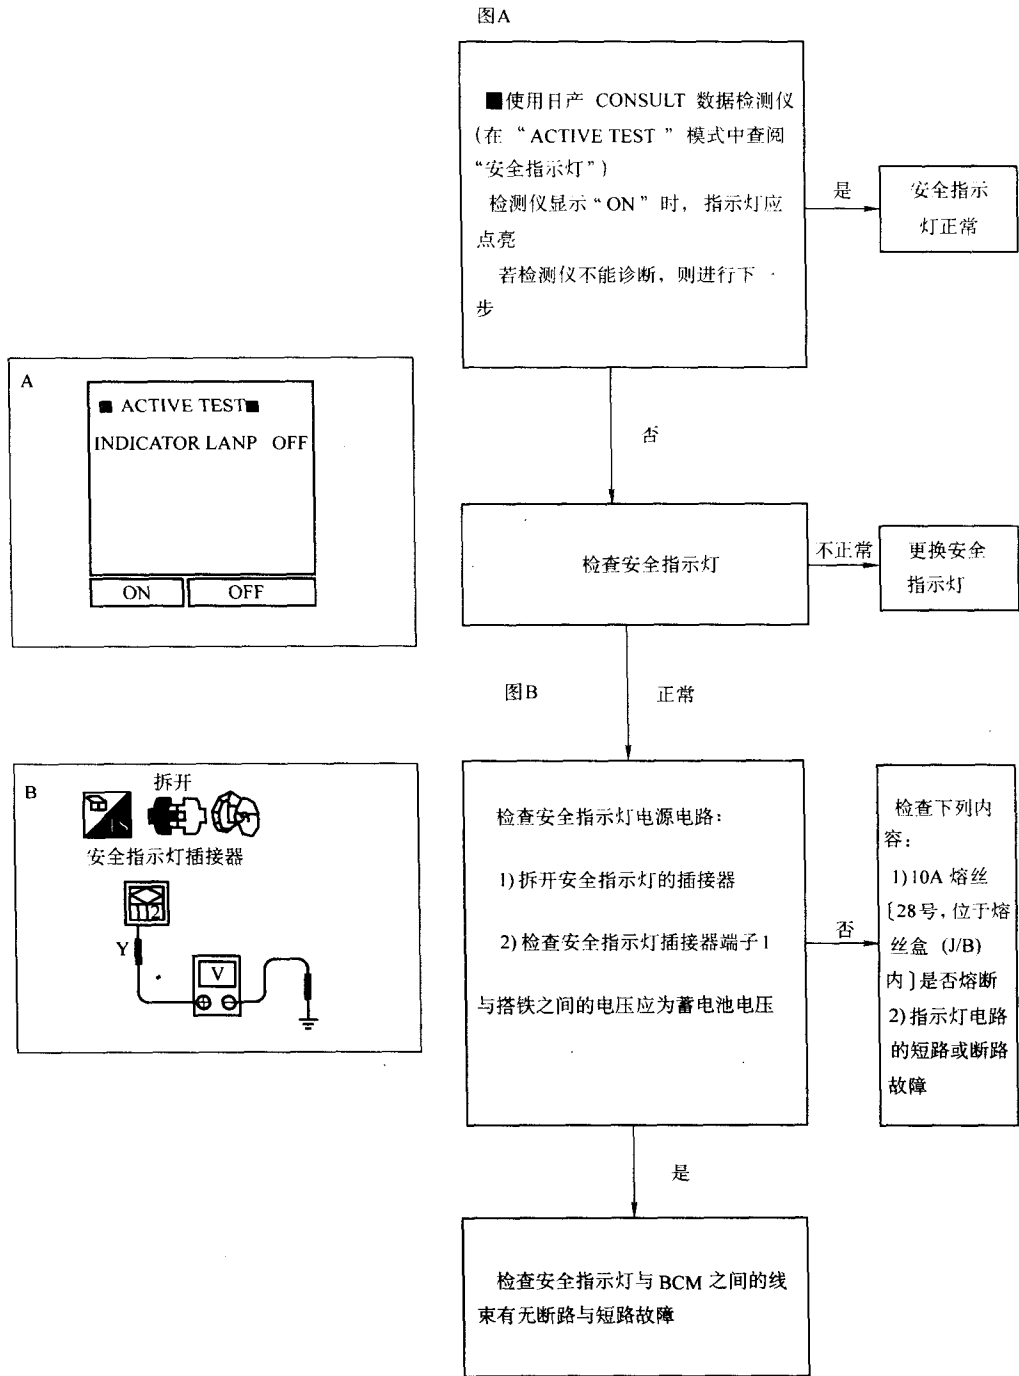

图 3-36 诊断步骤 2
(5) 诊断步骤 2 (安全指示灯工作检测), 如图 3-36 所示。